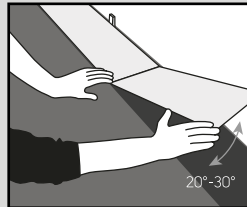

Fig. 2
2. Verlegen Sie die erste Reihe und stellen Sie dabei sicher, dass die Kanten ineinander geklickt werden (Abb. 2).